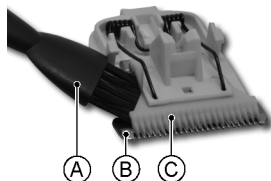

Figure 6 : nettoyage des lames
2. Nettoyer la tête de coupe avec la brosse de nettoyage fournie (Figure 6, A).
3. Avec la brosse de nettoyage ((Figure 6, A), retirer les restes de cheveux logés entre les lames fixes (Figure 6, B) et mobiles (Figure 6, C).